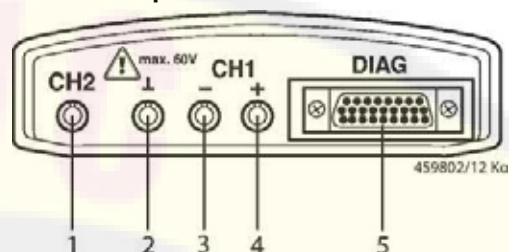

Рис. 1. Диагностическая панель / измерительная панель:
- Если диагностический провод не присоединен, перед измерениями напряжения (U), сопротивления (R) или тока (I) необходимо при помощи прилагаемой кабеля заземления произвести соединение «массы» 2 модуля KTS (рис. 1) с «массой» транспортного средства!